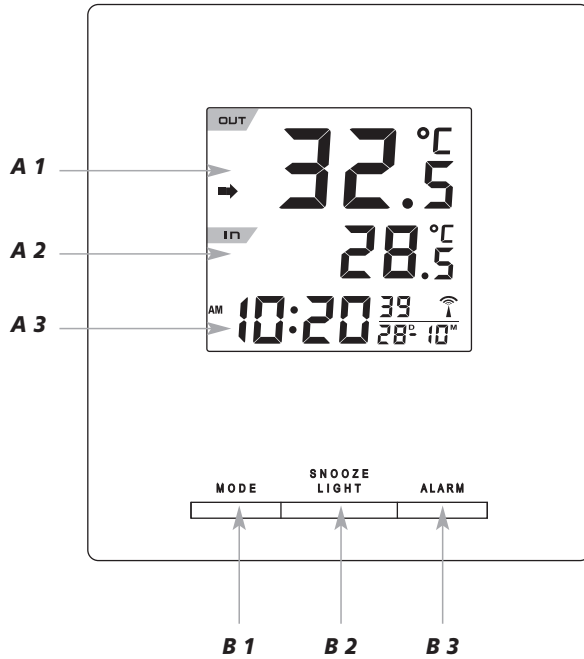

Fig. 2
**SELECT - Funk-Thermometer****5. Bestandteile****5.1 Basisstation****A: Display (Fig. 1):****A 1:** Außentemperatur mit Trendpfeil**A 2:** Innentemperatur**A 3:** Uhrzeit, Sekunden, Datum und Funksignal-Symbol**B: Tasten:****Tasten vorne (Fig. 1):****B 1:** MODE Taste**B 2:** SNOOZE/LIGHT Taste**B 3:** ALARM Taste**Tasten hinten (Fig. 2):****B 4:** SEARCH Taste**B 5:** -°C/°F Taste**B 6:** ALERT Taste**B 7:** +12/24 Taste**B 8:** MAXIMIN Taste**B 9:** RESET Knopf**C: Gehäuse (Fig. 2):****C 1:** Wandaufhängung**C 2:** Batteriefach**C 3:** Ständer (ausklappbar)**5.2 Außensender (Fig. 3):****D 1:** Sendesignallampe**Taste im Batteriefach****D 2:** RESET Taste
**SELECT - Funk-Thermometer****Gehäuse (Fig. 2):****D 3:** Wandaufhängung**D 4:** Batteriefach**D 5:** Ständer (ausklappbar)**6. Inbetriebnahme****Batterien einlegen:**